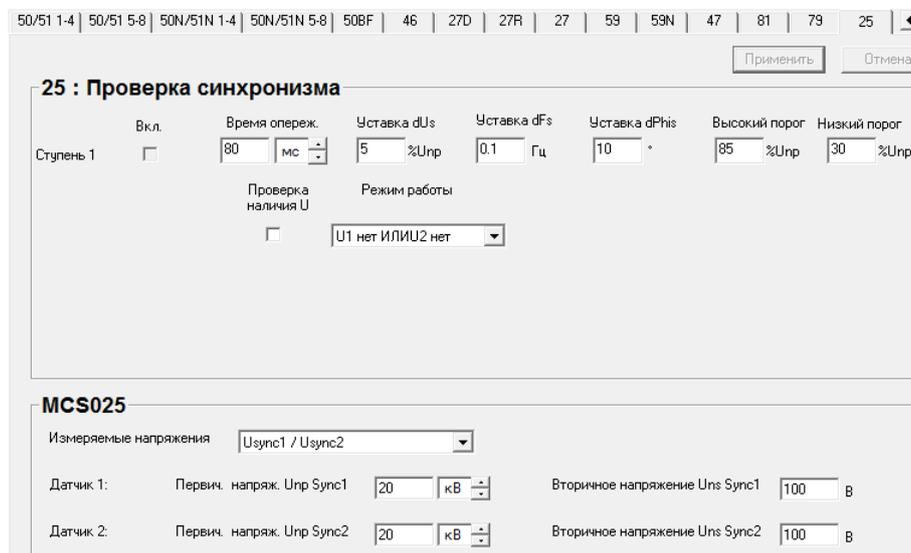

Рис. 5.25. Окно настройки проверки синхронизма
- Доступна функция проверки синхронизма (рис. 5.25). В данном окне обеспечивается доступ к уставкам функции контроля синхронизма